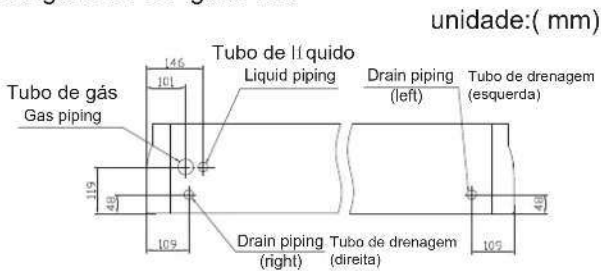

Figura 4.1 As posições de conexão do tubo; tubo de líquido
(1) As posições de ligação do tubo são mostradas na Figura 4.1 e Figura 4.2.